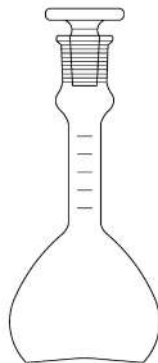

Рис. 34. Колба Рейшауэра
19. **Колба Рейшауэра** (рис. 34) — колба мерная, форма цилиндрическая, с высоким узким горлышком. На горлышко нанесена градуировка кольцевыми метками. Такие мерные колбы называются пикнометрами. В верхней части горловины предусмотрен шлиф 10/13. Колба с плоским основанием. Заполнение пикнометра осуществляется через приспособленные для этого загрузочные воронки с длинным узким стеблем. Материал — специальное стекло с минимальным коэффициентом расширения, химически устойчивое.